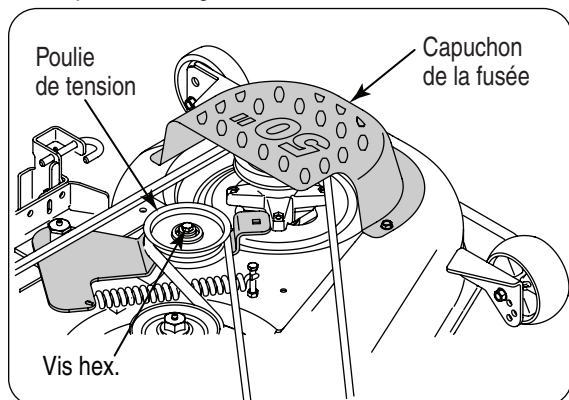

Figure 26
- Enlevez le capuchon des fusées en retirant les vis auto-taraudeuses qui le maintiennent sur le plateau de coupe. Voir la Figure 26.
1. Desserrez la vis hex. qui maintient la poulie de tension sur le bras pour pouvoir glisser la courroie entre la poulie de tension et le bras de tension. Voir la Figure 26.